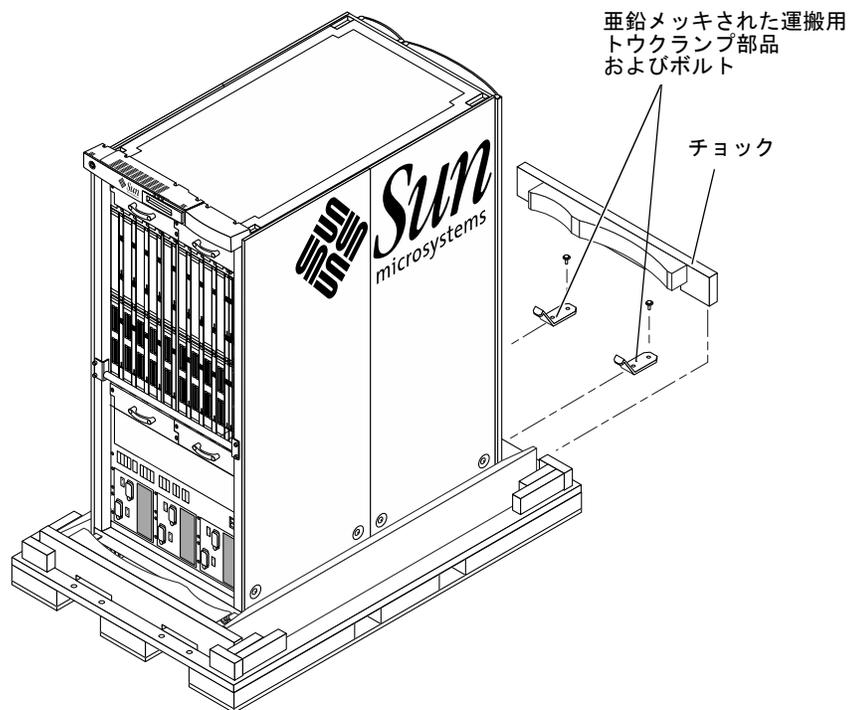

図 6-4 運搬用パレットデッキ上のキャビネット
d. 2つの垂鉛メッキされた運搬用トウクランプ部品および4つのボルトを位置付けます (図 6-4)。